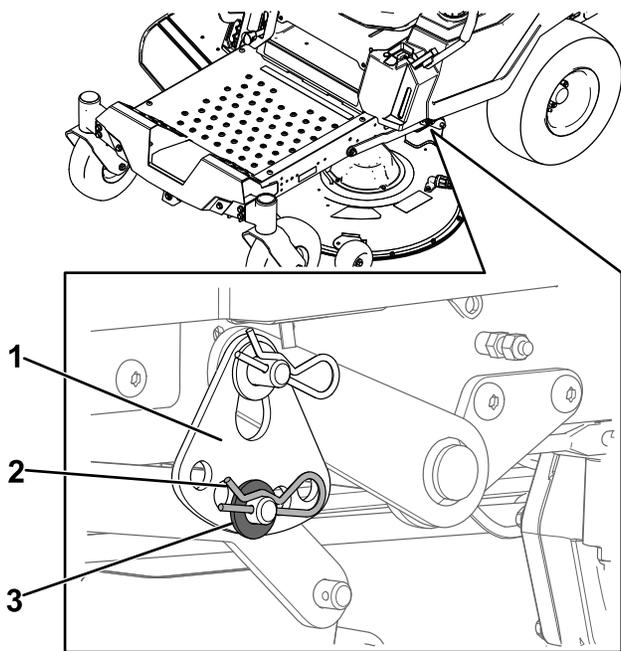

図 73
6. 下側昇降アームピンについているヘアピンコッターとワッシャを外す 図 73。